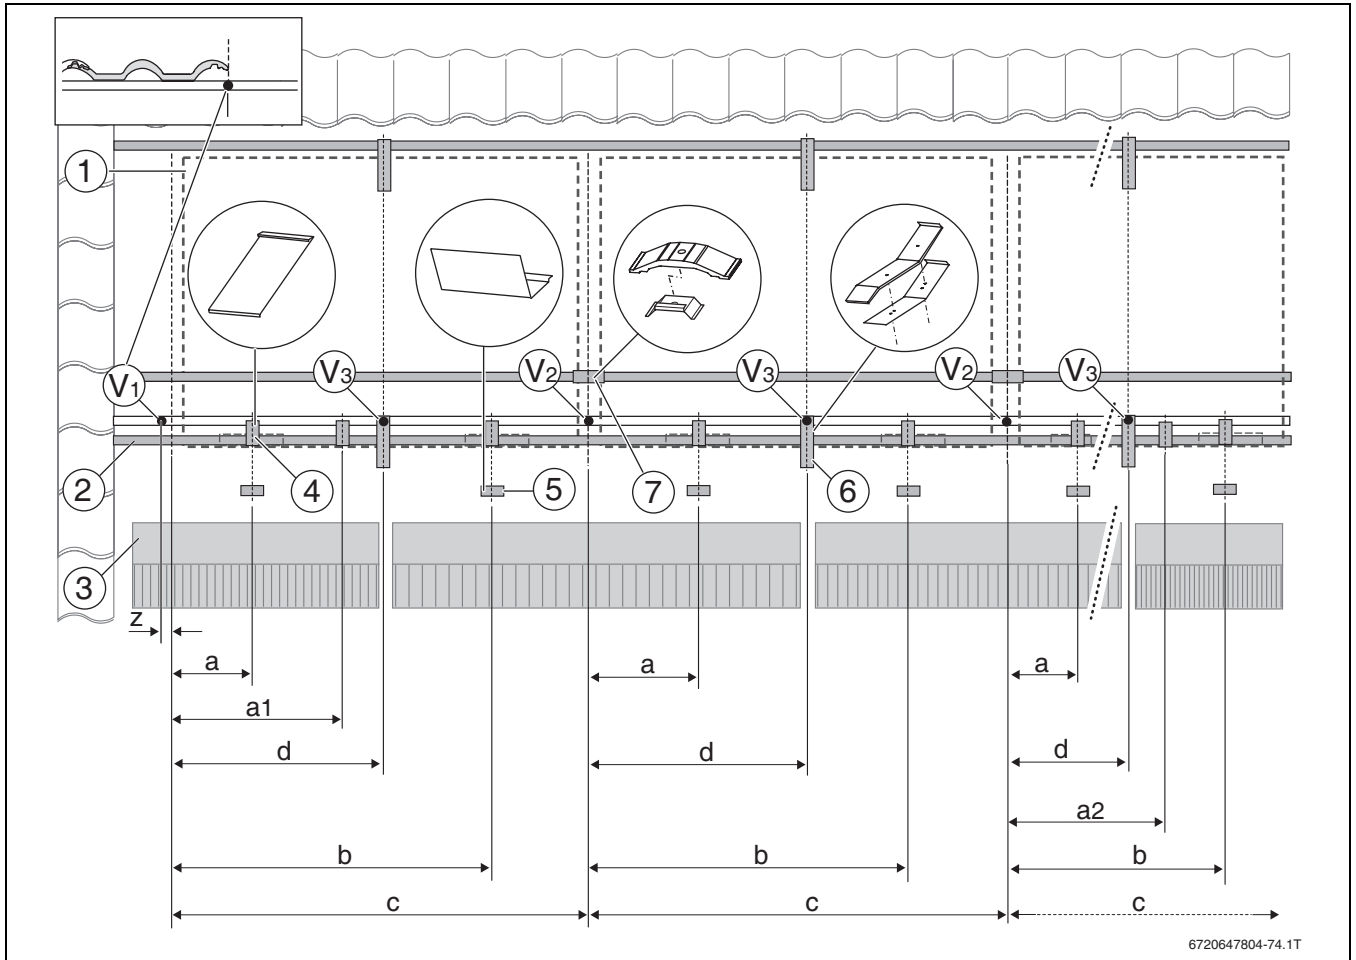

Fig. 39 Medidas de montaje para colectores horizontales
- **Colectores horizontales:** medidas a, a1, b, c, d (→ fig. 39 y tab. 23, pág. 31)